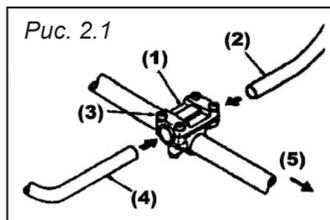

Рис. 2.1
1. Велосипедная рукоятка (см. рис. 2) состоит из двух частей: левой и правой (6) ручек управления, которые прикреплены к штанге (10) с помощью соединительного кронштейна (12). Левая ручка служит для удержания электротриммера левой рукой, а правая ручка — для удержания правой рукой и управлением работой электротриммера. Установка велосипедной рукоятки производится в следующей последовательности (см. рис. 2.1):
1) ослабьте болты (3) на верхней крышке кронштейна (1);
2) вставьте левую (4) и правую (2) ручки управления в соединительный кронштейн согласно рис. 2.1 и затяните болты.